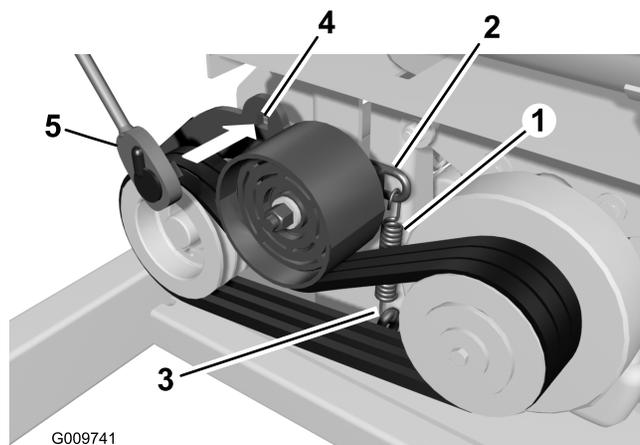
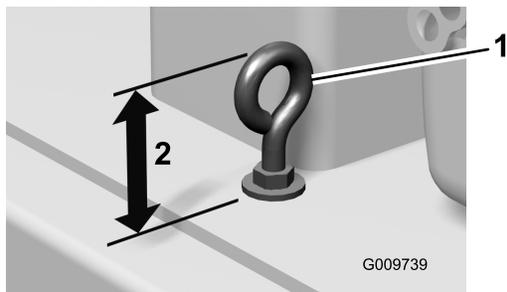

Bild 55
Bild 58
2. Prüfen Sie den Zustand des Riemens (Bild 55).
- B. Setzen Sie einen Sechskantschlüssel in das rechteckige Loch im Spannarm ein und drehen ihn nach oben (Bild 55).
4. Zum Erhöhen der Federspannung und damit der Riemen Spannung müssen Sie die Höhe des Augenbolzens verringern; lösen Sie hierfür die obere Mutter des Augenbolzens und ziehen Sie die untere Mutter an (Bild 55 & Bild 58).